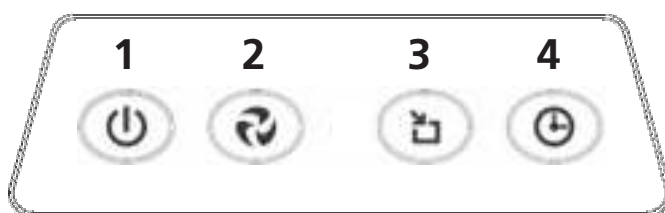

Bild 3
1. Visar inställd fläktkapacitet. Fläktkapaciteten kan anges genom att trycka på Knapp 2 (Bild 3) eller Knapp 4 på fjärrkontrollen (Bild 4). Genom att trycka på knappen upprepade gånger cyklas fläktkapaciteten från LÅG (LOW) till MEDEL (MEDIUM) till HÖG (HIGH) och tillbaka till LÅG (LOW).